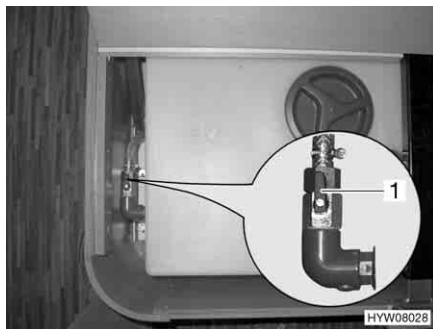

Fig. 199 Serbatoio dell'acqua con rubinetto di scarico
- Ruotare la leva di comando (Fig. 199,1) sul rubinetto di scarico trasversalmente al senso di marcia.
- Ruotare la leva di comando (Fig. 199,1) nel senso di marcia. L'acqua fuoriesce fino a 70 litri.